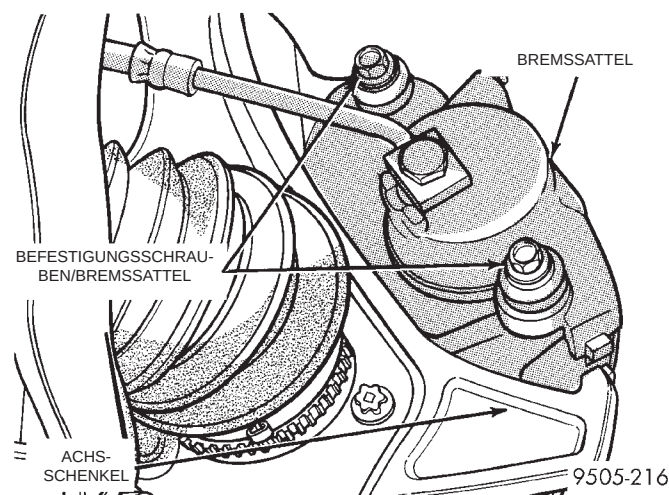

Abb. 41 Befestigung des vorderen Bremssattels
(4) Vorderrad abbauen.
(5) Befestigungsschrauben des Bremssattels vom Achsschenkel lösen (Abb. 41).
(10) Befestigungsschrauben des Bremssattels am Achsschenkel eindrehen (Abb. 41) und mit einem Anzugsmoment von 31 N·m (23 ft. lbs.) festziehen.